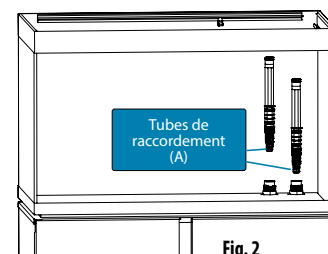

Fig. 2
- Glisser l'un des tubes de raccordement (A) entièrement dans l'ouverture (O) jusqu'à ce qu'il s'arrête (Fig. 2).
- Glisser le second tube de raccordement (A) entièrement dans l'ouverture (I) jusqu'à ce qu'il s'arrête (Fig. 2).